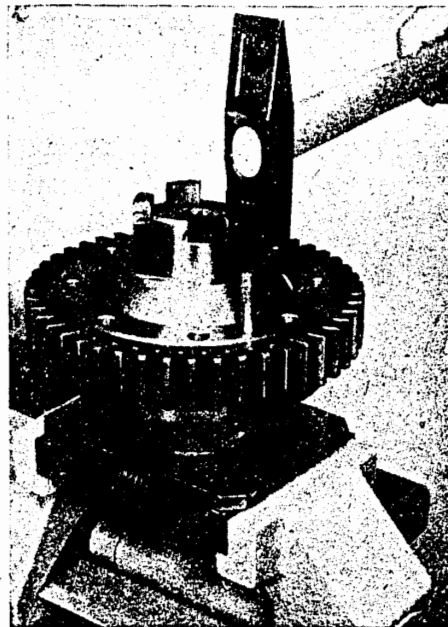

Bild H 17. Einschlagen der Sicherungsstifte
11. Die beiden Feinpaßkerbstifte 10×36 einschlagen (Bild H 17).